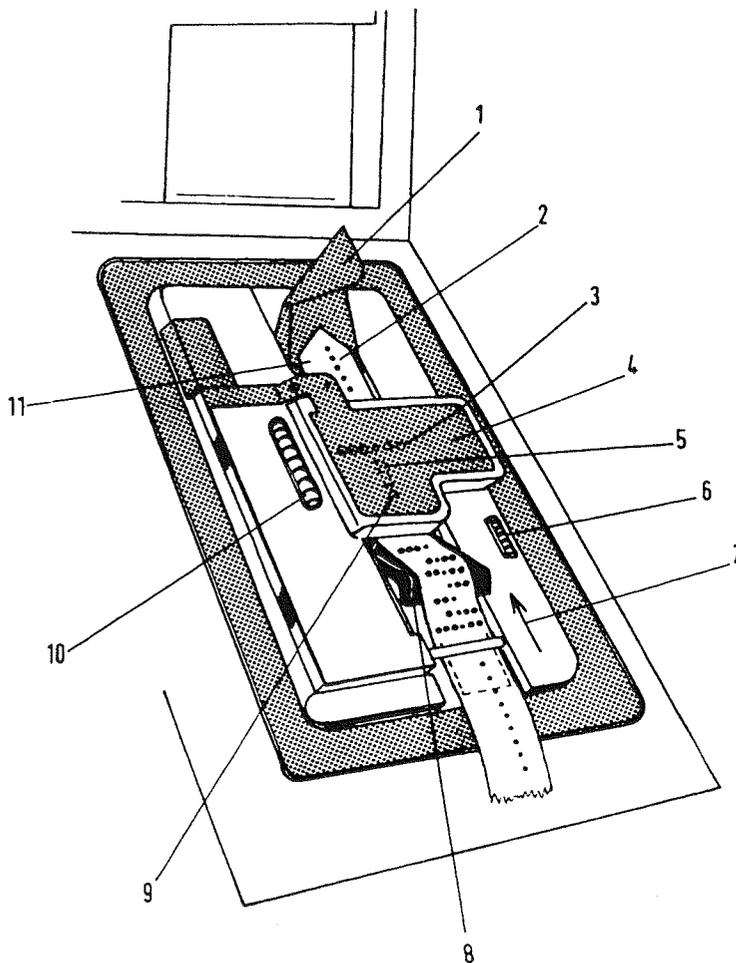

Bild 10 Einlegen des Lochstreifens in den Leser
- Leserklappe (Bild 10) durch Druck auf den Öffner für Leseeinrichtung öffnen,